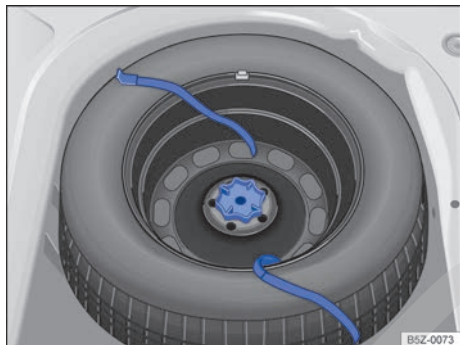

Fig. 143 En el maletero: palanca para fijar la rueda de emergencia.
- Girar totalmente la palanca ubicada en el medio de la rueda de emergencia ⇒ fig. 143 en el sentido antihorario y quite la rueda de emergencia.